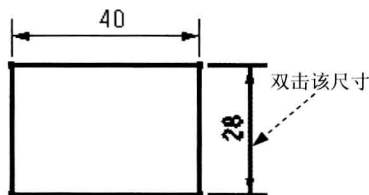

图 2.10.15 标注尺寸（一）
- Step 1** 双击要修改的尺寸，如图 2.10.15 所示。